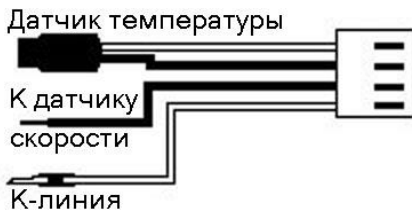
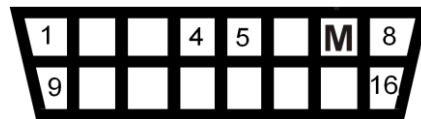
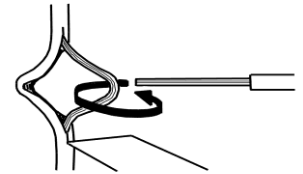

Рис. 3
Рис. 4 Обозначение со стороны подключения диагностического тестера
Рис. 5
- 7) Протяните провод чёрного цвета поставляемый в комплекте (рис. 3) к разъёму C 202, а красный к диагностическому разъёму рис. 4
- 8) Подсоедините чёрный провод от компьютера к 63 контакту (бело-зелёный провод) 202 разъёма. Красный провод подключите в точку «М» (К - линия) диагностического разъёма рис. 4. Если автомобиль выпущен начиная с 2008 года, то К - линию необходимо подключить к разъёму C202, 21 контакт (до иммобилайзера). Родной провод рекомендуется не отрезать, а разрезав изоляцию скрутить с проводом компьютера (по возможности спаять) и заизолировать рис. 5.